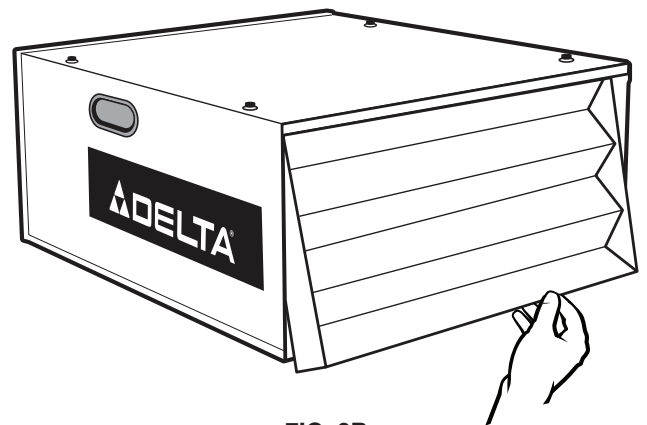

FIG. 9B
3. Retire el filtro externo de primera fase (D) Fig. 9B levantando y tirando hacia afuera del botón del filtro. Reemplace el filtro de primera fase según cuál sea su condición. Cuando reemplace el filtro externo, verifique si el filtro tiene una flecha de flujo de aire (A) Fig. 9D. Si es así, apunte la flecha hacia adentro. Si el filtro no tiene una flecha de flujo de aire, instale el filtro en cualquier sentido.